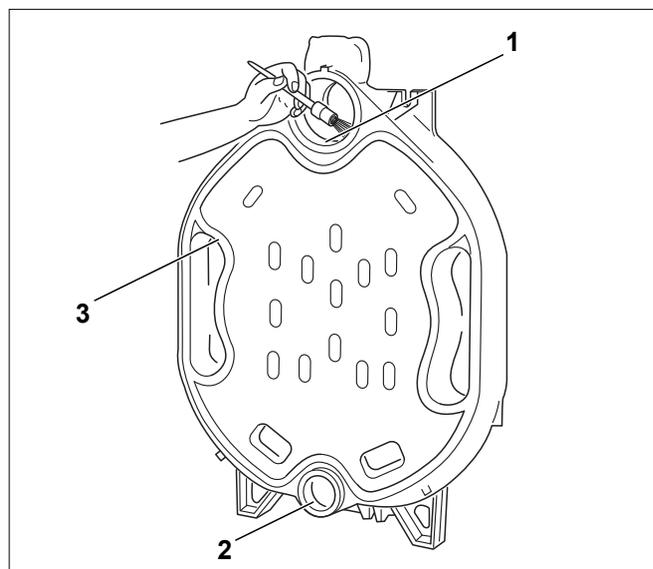

Рис. 8 Подготовка пазов для уплотнений и ступиц
- ▶ При необходимости прочистите пазы для уплотнений проволочной щёткой и ветошью (рис. 8, [3]).
- ▶ Очистите уплотнительные поверхности ступиц ветошью, пропитанной бензином (рис. 8, [1] и [2]).